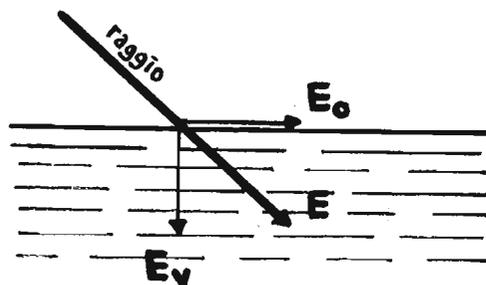

Figura 6 - Scissione dell'onda elettromagnetica in due componenti quando « tocca » il suolo. Solo quella orizzontale è utile per trasferire il segnale.
La figura 6, infine, rappresenta la sonda completamente montata e vista sia dall'alto, sia lateralmente in sezione.
Nella parte inferiore della stessa figura 6 si nota invece la sonda in sezione; in questo disegno sono stati messi in evidenza quattro particolari interessanti: in primo luogo, la struttura tipica della sonda, consistente in un tondino di ottone o di rame, tornito in modo da risultare a punta da
Infine, il disegno di figura 6 illustra come dovranno essere installati i tre diodi fotoemittenti, i cui terminali rigidi permetteranno di ottenere per questi tre componenti una posizione meccanicamente stabile, in quanto le parti luminose dovranno semplicemente affiorare attraverso i fori,
*Figura 6 - Aspetto della sonda completamente montata: in alto essa è vista dal lato del pulsante e dei diodi, e illustra anche le diciture che possono essere applicate sull'involucro esterno. La parte inferiore di questo disegno illustra invece la sonda in sezione longitudinale, per chiarire sia la posizione del circuito stampato, sia la tecnica realizzativa dell'interruttore a pulsante, nonché la posizione dei diodi fotoemittenti, la tecnica di installazione del cavetto flessibile per l'alimentazione, e il metodo realizzativo del puntale propriamente detto.*